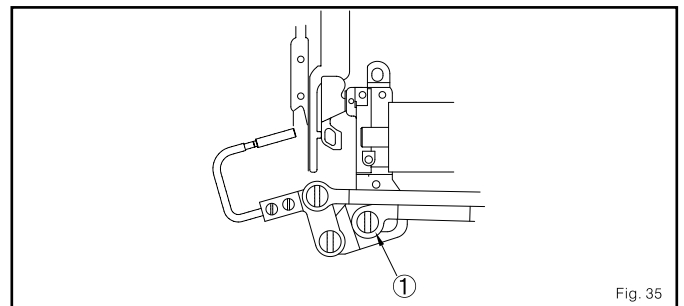

Fig. 35
- (1) solta o parafuso da barra conector 1 da faca móvel. (Fig. 35)